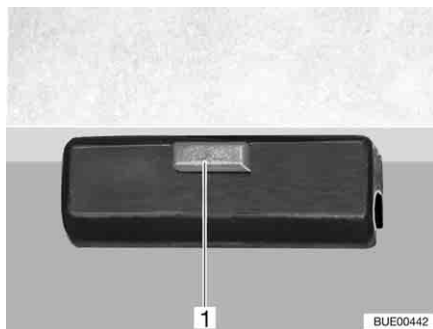

Fig. 111 Bloccaggio
- Aprire il bloccaggio (Fig. 111,1) del piano del tavolo.